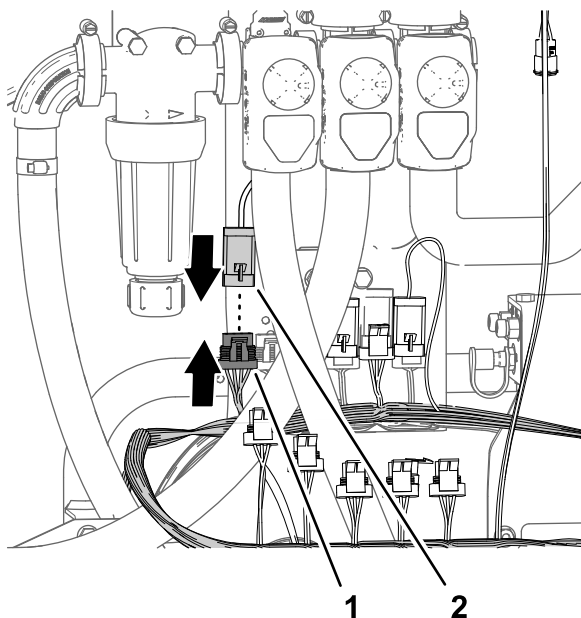

Figura 89
- Collegate il connettore a 4 pin dell'attuatore per la valvola di frequenza al connettore a 4 prese della diramazione di 89 cm del cablaggio preassemblato del kit indicato come VALVOLA DI FREQUENZA (Figura 89).